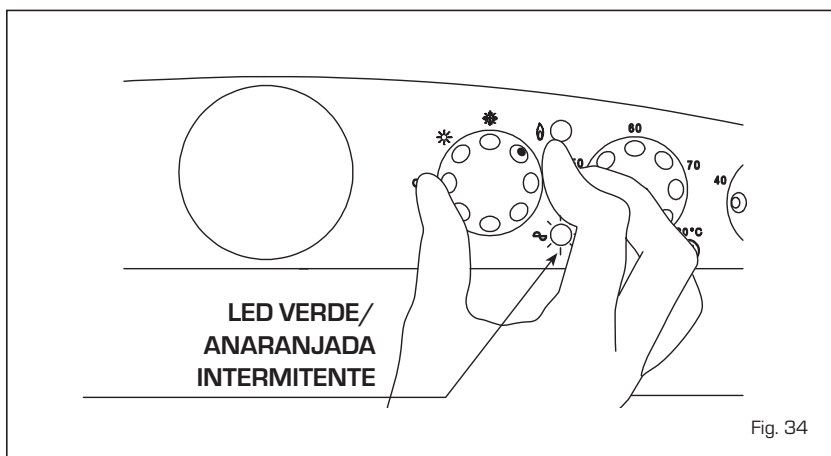

Fig. 34
4.7.1 Función deshollinador (fig. 34)